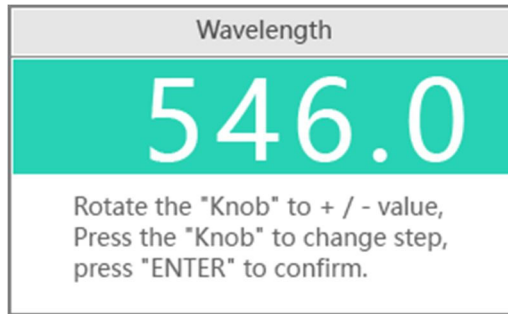

図 6-6 測定波長の設定
1. ジョグダイヤルを押すと、測定波長の設定に切り替わります(図 6-6)。ジョグダイヤルを回して測定に用いる波長に合わせ、<ENTER>キーを押して確定します。波長を合わせる際にジョグダイヤルを押すと、設定ステップを変えることができます。押すごとに、可変スピードを 20.0nm ステップか 0.5nm ステップに選択することができます。